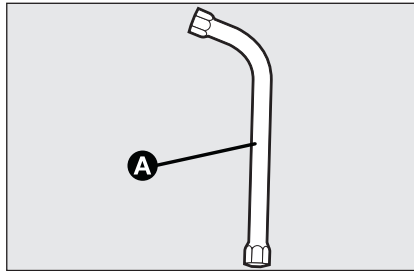

fig. 6
- prélever la clé **A** - fig. 6 fournie et située dans le coffre avec la trousse à outil ou le kit Fix & Go;